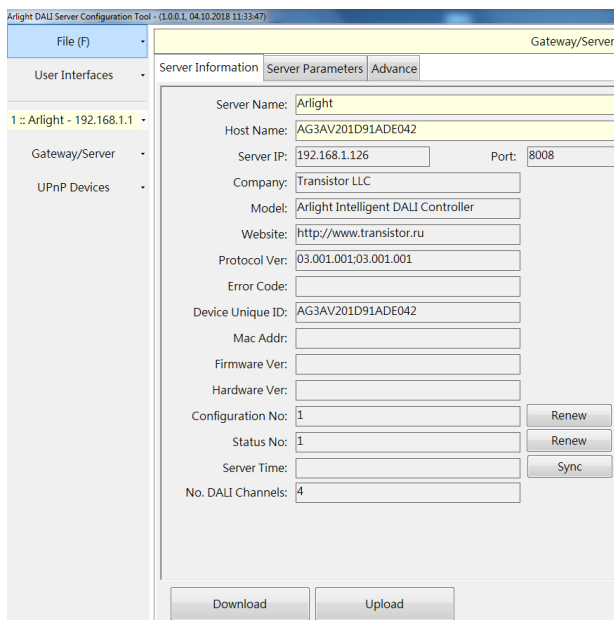

Рис. 5.
- Для считывания информации из контроллера нажмите кнопку Download (Рис. 5). Для сохранения информации в контроллере после изменения нажмите кнопку Upload.